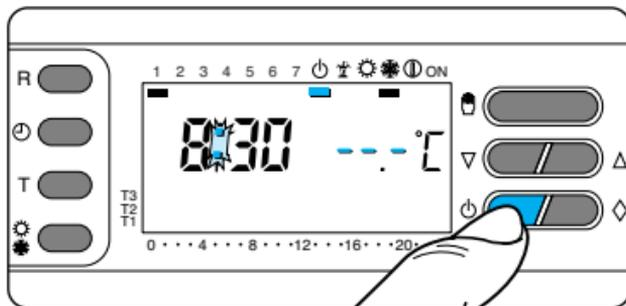

Fig. 66
13.1 - Premere due volte il pulsante ϕ . Il segmento attivo sotto ϕ conferma l'esclusione di THERMOPROGRAM dal controllo dell'impianto e scompare il grafico del programma (fig. 66). Per 5 s scompare l'indicazione della